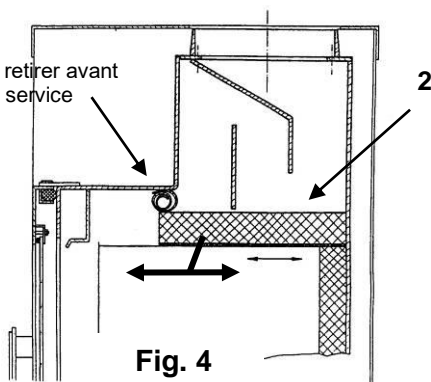

Fig. 4
Avant le premier allumage retirez les éléments de protection pour le transport (voir figure 4).
Pour le nettoyage de l'intérieur du poêle, il est conseillé de retirer le pare flamme (voir fig. 4. pos 2.). Après le nettoyage le pare flamme doit être remis en place.